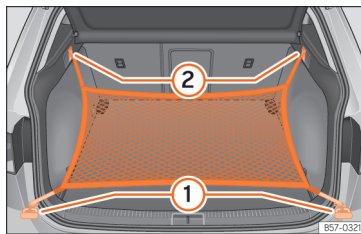

Fig. 176 În portbagaj: inele (1) și cârlige (2) pentru fixarea plasei pentru bagaje.
- Fixați cârligele scurte ale plasei de inelele de ancorare »» fig. 176 (1) »» Δ. Fermoarul bagajelor trebuie îndreptat în sus.
- Fixați chingile în cârligele plasei (2).